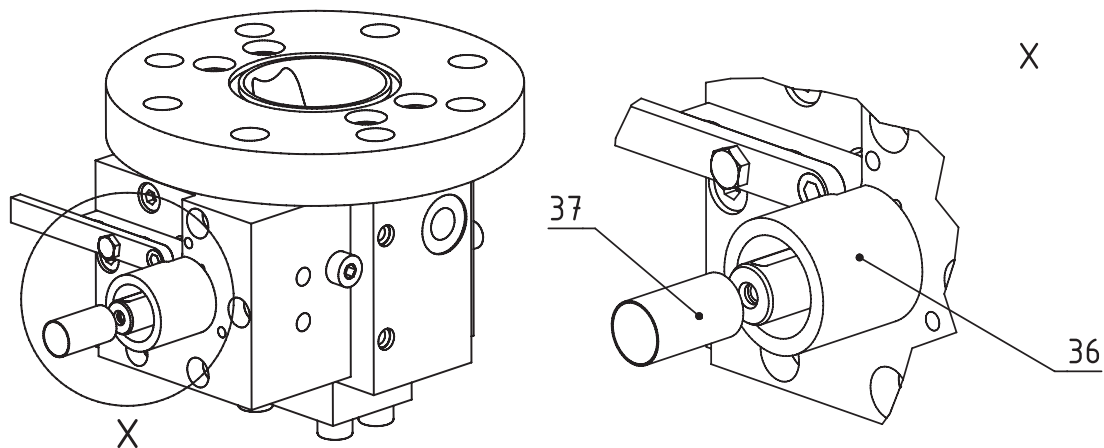

Рисунок 7.2 Задвиньте большую 36 и малую 37 монтажную гильзу по приводному валу в уплотнительное пространство
- 14.4 Задвиньте большую монтажную гильзу 36 по приводному валу в уплотнительное пространство (рисунок 7.2, страница 40).
- 14.5 Наденьте малую монтажную гильзу 37 на приводной вал (рисунок 7.2, страница 40).
- 14.14 Снимите малую монтажную гильзу 37 (рисунок 7.2, страница 40).